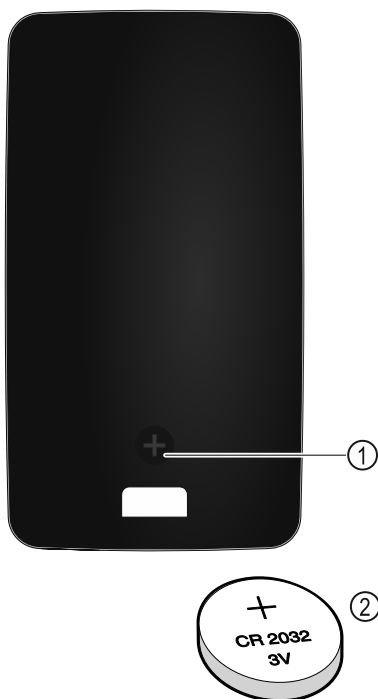

Fig. 229
Il telecomando è alimentato da una batteria CR 2032 da 3V Fig. 229 (2), disponibile presso i rivenditori specializzati.
- Svitare la vite Fig. 229 (1) sul retro del telecomando.